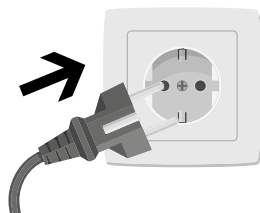

Fig. 1
- Branchez la fiche du cordon de l'appareil (moteur) à la prise murale (fig. 1).